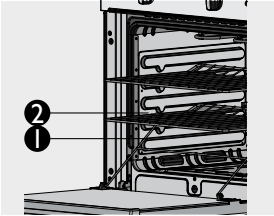

Figura 9.
- Se debe ensamblar el enganche entrepaño horno, en la parte central del entrepaño que se encuentre en los niveles 1 y 2 de la cavidad del horno (aplica para entrepaño retráctil sencillo y doble entrepaño retráctil, según modelo. Ver figura 9).